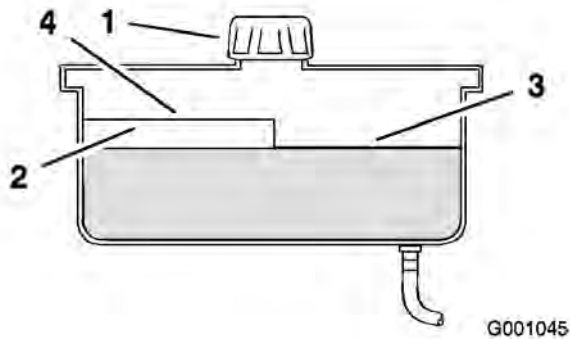

Figure 60
2. Nettoyez la surface autour du goulot de remplissage du réservoir hydraulique (Figure 60).
3. Enlevez le bouchon du goulot de remplissage et vérifiez si le réservoir contient du liquide (Figure 60).
Remarque: Lorsque l'huile est chaude, le niveau de liquide doit atteindre le haut du repère "à chaud" sur le déflecteur (Figure 60).